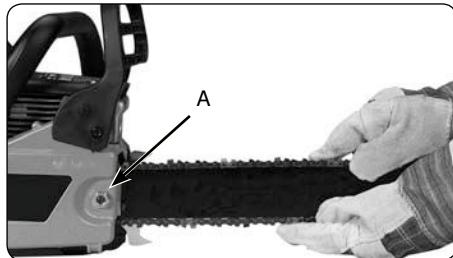

Рис. 5
1. Держите верхушку шины повернутой вверху и вращайте регулирующий винт (D) по ходу часовой стрелки, чтобы увеличить натяжение цепи. Вращение винта (D) против хода часовой стрелки уменьшает натяжение цепи. Убедитесь в том, что цепь расположена по всей периферии шины (Рис. 5).